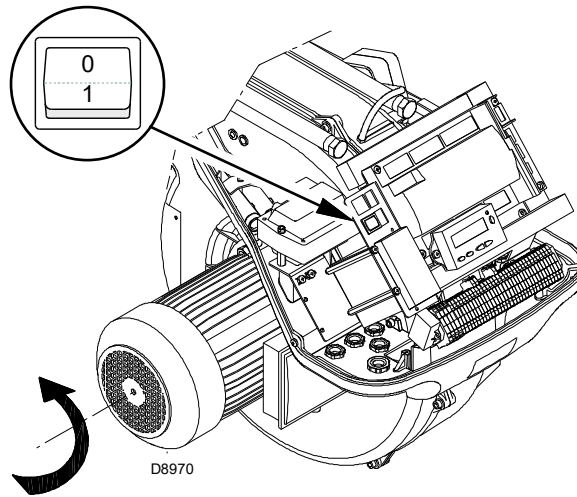

Fig. 30
Închideți termostatele/presostatele și puneți comutatorul Fig. 30 în poziția „1”.
Imediat ce arzătorul pornește, stați în fața ventilatorului de răcire a motorului ventilatorului și verificați dacă acesta se rotește în sensul invers acelor de ceasornic. A se vedea Fig. 30.
- rotiți comutatorul Fig. 30 în poziția „0” și așteptați oprirea echipamentului;
Arzătorul este în starea de așteptare a cererii de căldură sau comutatorul „0-1” (Fig. 30 la pag. 34) este în poziția „0”.
Cu comutatorul selector „0-1” (Fig. 30 la pag. 34) arzătorul nu se oprește imediat, ci are loc faza de oprire.